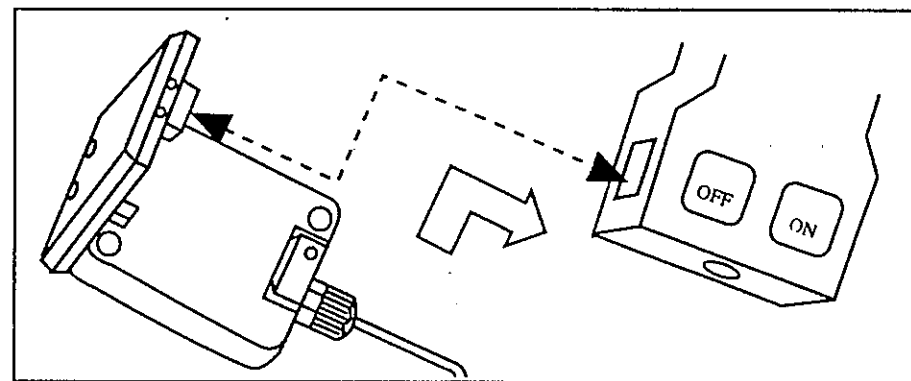

図2-3 外部センサの取付け
4. 図2-3のように外部センサのコネクタ部をスライドさせながら差し込みます。